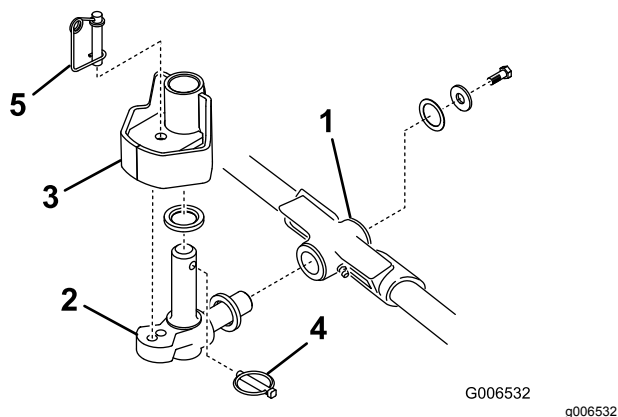

Figure 12
1. Insérez une rondelle de butée sur l'axe horizontal du pivot comme montré à la Figure 12.
2. Insérez l'axe horizontal du pivot dans le tube de montage du bâti porteur (Figure 12).
3. Fixez le pivot au bâti porteur avec une rondelle de butée, une rondelle plate et une vis à embase (Figure 12).
4. Insérez une rondelle de butée sur l'axe vertical du pivot (Figure 12).
5. S'il a été déposé, insérez l'axe vertical du pivot dans le moyeu de pivot du bras de levage (Figure 12).
7. Insérez la goupille à anneau dans le trou transversal de l'axe de pivot (Figure 12).
de direction dans le trou de fixation du pivot (Figure 12).
13. Accrochez le ressort autour du bas de la goupille de blocage de direction (Figure 12).